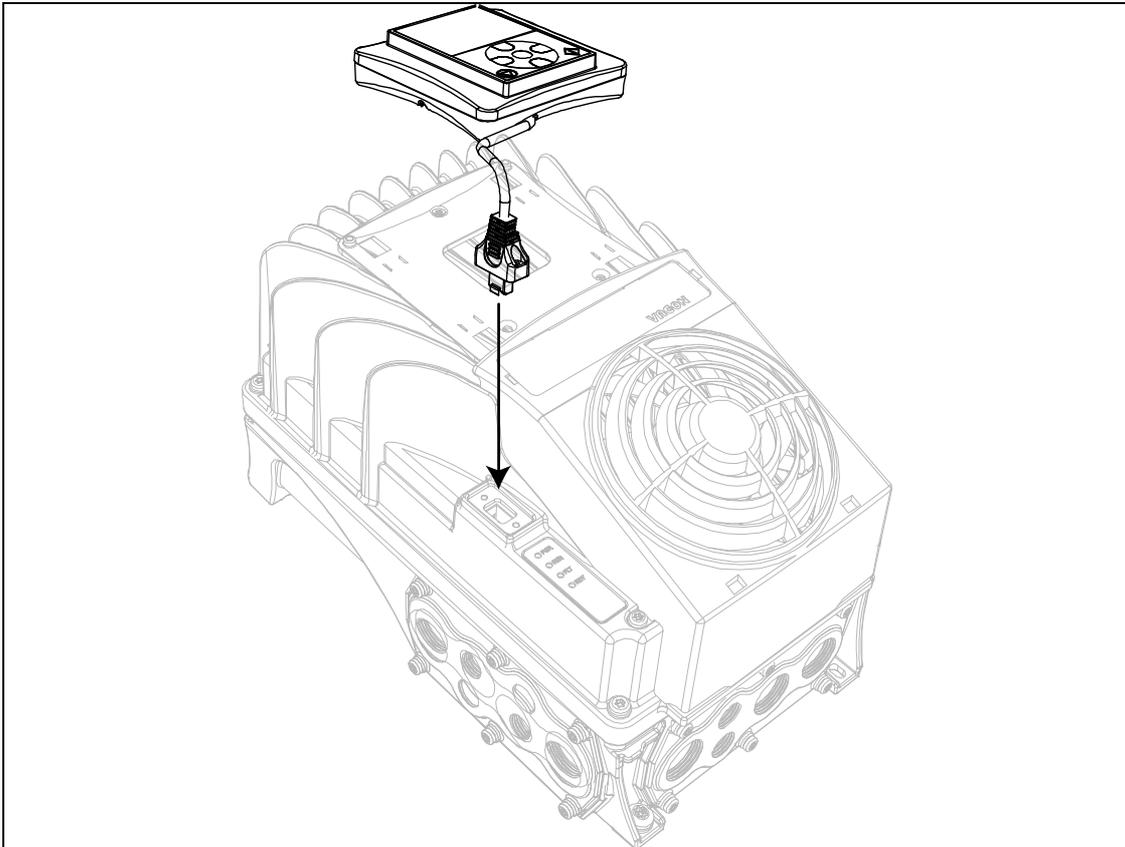

Abbildung 55. Montage der Steuertafel.
- Die Steuertafel an den Umrichter anschließen und das Kabel wie auf Abbildung 55 und Abbildung 56 gezeigt am HMI-Verbinder einstecken.